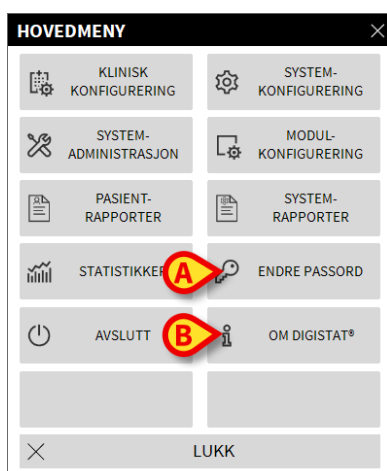

Fig 30
Endre passord-knappen i Alaris™ Infusion Central-hovedmenyen (Fig 30 **A**) åpner et vindu hvor det er mulig å endre passordet til brukeren som er pålogget systemet.
- Klikk på **Endre passord**-knappen (Fig 30 A).